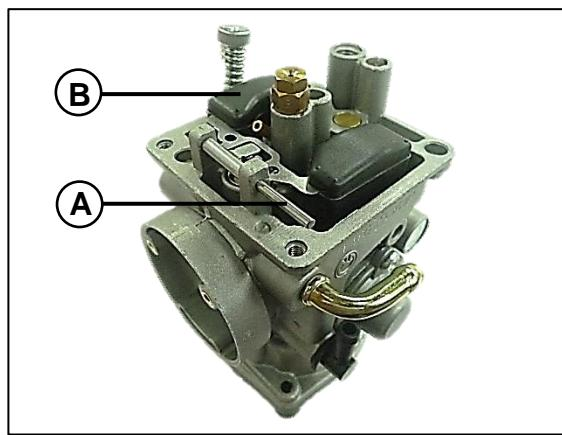

Fig.06
- Retire el flotador **(B)**. **Fig.06**